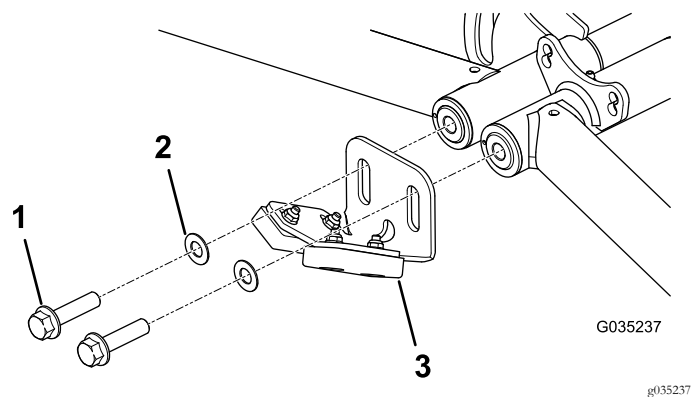

Figura 20
1. Parafuso com cabeça flangeada, existente (2)
2. Para-choques redondo, existente (2) – elimine
4. Instale sem apertar o conjunto do para-choques dianteiro e as anilhas como se mostra na Figura 20.